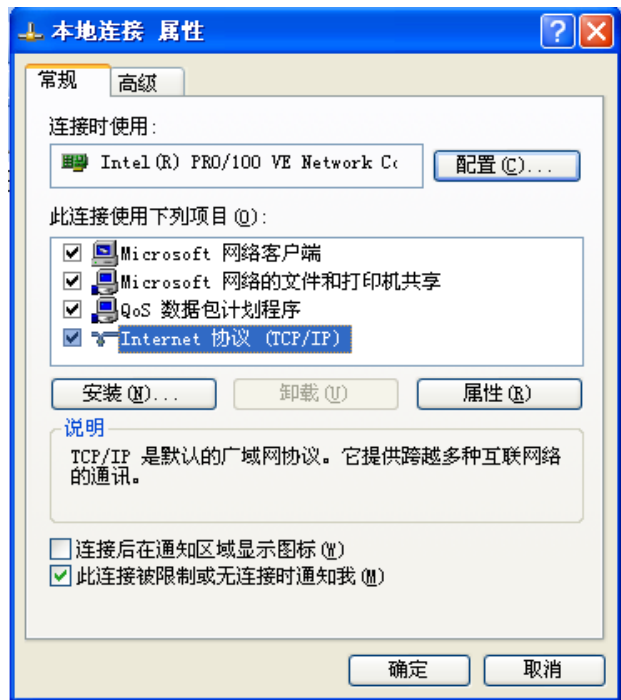
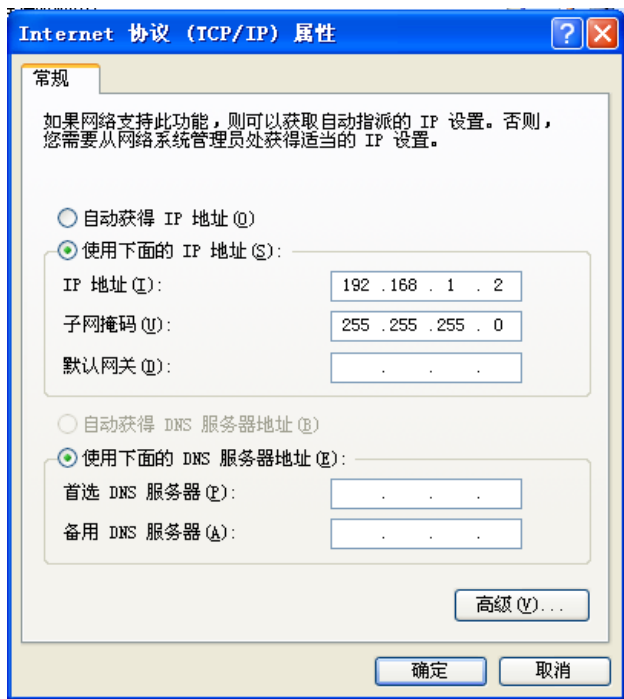

图 B-3
图 B-4
(3) 用鼠标**左键**点击“属性”，弹出“本地连接”属性提示窗如图 B-3。
(4) 在图 B-3 中选中 ☒ **Internet 协议 (TCP/IP)**，再左击“属性”按钮，弹出 **Internet 协议 (TCP/IP) 属性**，设置窗口如图 B-4。
(5) 在图 B-4 窗口选中 使用下面的 IP 地址(S):, 设置 IP 地址(I): 192 . 168 . 1 . 2 , 子网掩码(U): 255 . 255 . 255 . 0 , 按“确定”, 返回“本地连接”属性提示窗。
(6) 在“本地连接”属性提示窗中选中 连接后在通知区域显示图标(W) , 再按“关闭”按钮。完成 IP 地址设置。